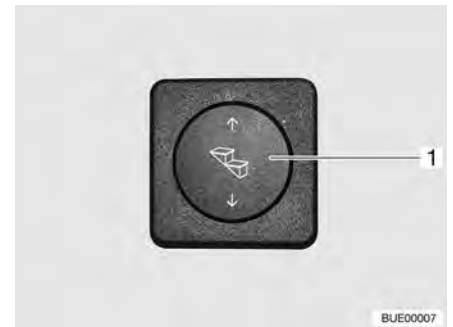

Fig. 10 Conmutador de mando del escalón de entrada
- Pulsar la parte inferior del interruptor basculante (Fig. 10,1) y mantenerlo pulsado (por lo menos 3 segundos) hasta que esté completamente extraído el escalón de entrada.
- Pulsar el interruptor basculante (Fig. 10,1) por arriba hasta que haya introducido completamente el escalón de entrada.